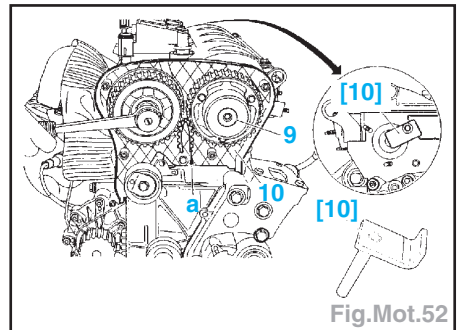

Fig.Mot.52
- les durits Sup et Inf (5)
- Dégager le faisceau (7)
- Déposer la pompe haute pression (8), obturer les orifices ouverts (Fig.Mot.52) :